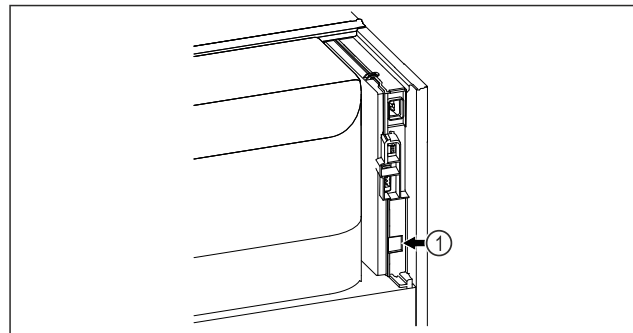

Fig. 127
- SmartModule Fig. 127 (1) er satt inn.